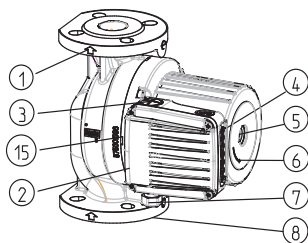
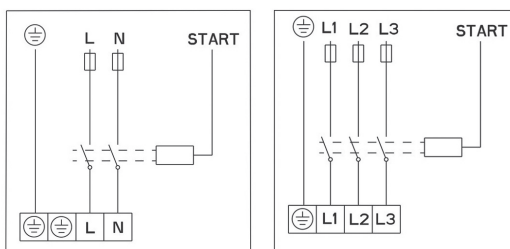

рис.2
рис. 4
- направление потока воды через насос должно соответствовать направлению стрелки на корпусе насоса (рис. 2- ПОЗ.1);
- необходимо использовать фланцы для подключения NP 6/10 (рис.2 – ПОЗ.8);
- насосы GHN (basic, auto), GHNM (basic, auto) имеют одинарный гидравлический корпус (рис.2 – ПОЗ.8);
Гидравлический корпус насоса допускается изолировать только до прорези между мотором и гидравлическим корпусом. Отверстия для отведения конденсата необходимо оставить открытыми для обеспечения вывода конденсата из статорного отсека, данные отверстия необходимо оставлять открытыми и в системах обогрева, когда выполняется только термоизоляция гидравлического корпуса (рисунок 2, 3, ПОЗ 15).
Провод подключения подключается через кабельный ввод M20 (рис.2 – ПОЗ.7).
Электрическое соединение насосов необходимо выполнить по соединительной схеме (рис. 4), которая отображена на нижней стороне крышки мотора. Перед этим необходимо отвинтить верхнюю крышку (рис.2 - ПОЗ. 2)
В насосах типа GHN (basic, auto), GHND (basic, auto), GHNM (basic, auto), GHNMD (basic, auto) ротор работает в воде. Ротор установлен в специальных работающих на смазке водой подшипниках, поэтому перед вводом в эксплуатацию необходимо заполнить насос водой и откачать воздух. Для откачки воздуха из насоса необходимо удалить болт на обратной стороне электромотора (рис.2-ПОЗ.5) - воздух начнет выходить через прорезь между валом мотора и подшипником. После того как начнет вытекать вода, необходимо закрыть вентили со стороны всасывания и со стороны нагнетания и запустить насос. При вращении вала насоса в обратном направлении
Каждый насос способен работать в некотором диапазоне трёх гидравлических параметров. Для этого он оснащён встроенным электромотором с тремя скоростями вращения. Для достижения выбранных характеристик скорости **1** **2** **3** на насосе расположена кнопка (рис. 2, 4), с помощью которой можно изменять скорость.
Выключить насос; закрыть вентили со стороны нагнетания и со стороны всасывания; удалить болт для откачки воздуха; отверткой (рис.2-ПОЗ.5), которую необходимо установить в прорезь на валу, крутить вал до тех пор, пока он не начнет свободно вращаться. После этого необходимо установить болт для откачки воздуха на место. Аппарат не предназначен для использования лицами (включая детей) с ограниченными физическими, психическими или умственными способностями, а также лицами, не обладающими опытом или знаниями, кроме случаев, когда данные лица находятся под контролем или прошли обучение у специалиста, несущего ответственность за их безопасность.